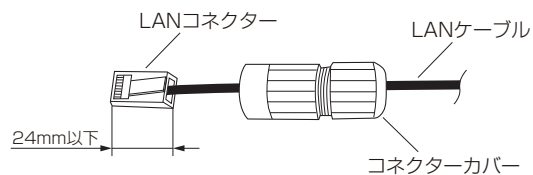

図4 LAN コネクタ寸法
-  13. 本機と接続するLANコネクターの寸法は全長24mm以下とすること。（図4参照）LANコネクターの寸法が長くなると、防水用のコネクタカバーが取り付けできません。（推奨LANコネクタ：エレコム LD-6RJ45Tシリーズ（CAT6/CAT6A 対応））（コネクタカバーを使用する場合は、コネクタカバーにLANケーブルを通してから、LANコネクタをかきしめる必要があります。）